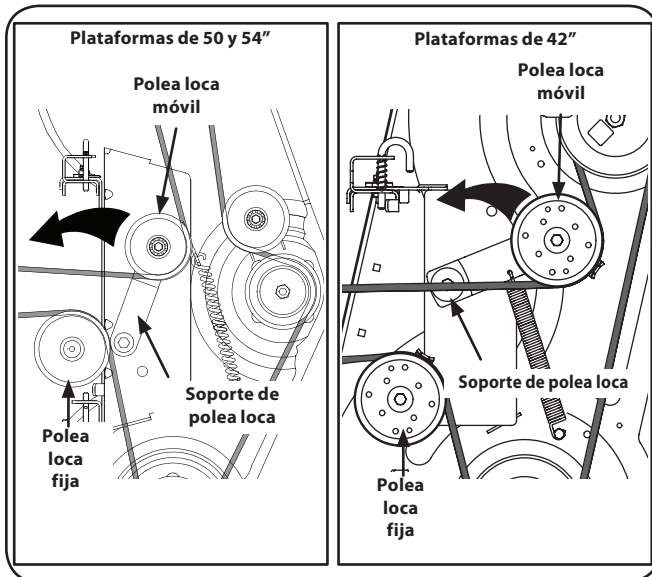

Figura 7-4
2. Desde la parte media del tractor, haga girar el soporte de polea loca y la polea loca móvil hacia atrás, separándolos de la parte posterior de la correa en 'V' a una distancia suficiente que permita levantar la correa, por encima de la polea loca. Vea la Figura 7-4.